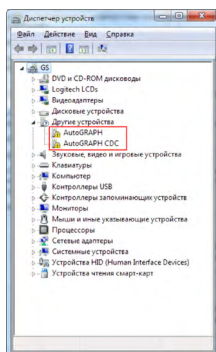

Рис.1.
2. Подключите контроллер АвтоГРАФ-GSM к ПК, используя интерфейсный кабель USB AM – USB miniB 5 pin. Система автоматически найдет новое оборудование (Рис.1). Для работы контроллера с сервисно-диагностическими, диспетчерскими и конфигурационными программами необходимо установить драйверы устройств AutoGRAPH и AutoGRAPH CDC.